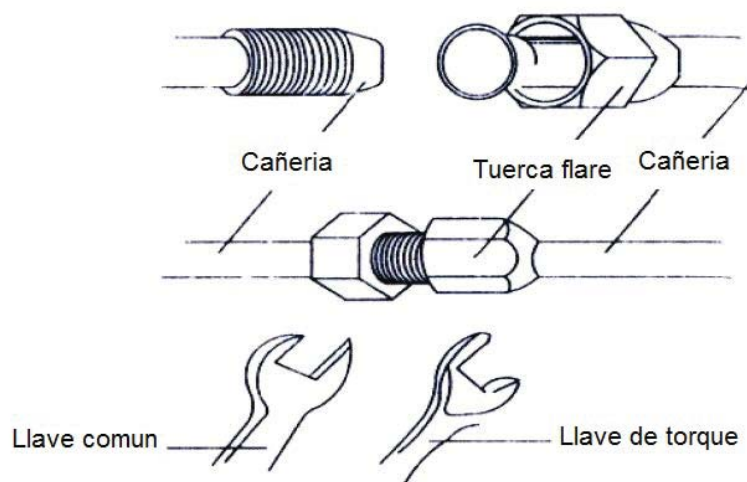

Figura 18
b. Después de eso, apriete la tuerca con una llave de torque dinamométrica que hace ruido (como se muestra en Figura 18).